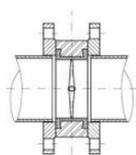

рис. 1
1. Для монтажа межфланцевых дисковых затворов GROSS в системах из стальных труб следует использовать стальные приварные встык (воротниковые) фланцы по ГОСТ 12821-80 соответствующего условного диаметра для всех типоразмеров затворов. **ПРИ МОНТАЖЕ ЗАТВОРОВ УСТАНОВЛИВАТЬ ПРОКЛАДКИ МЕЖДУ ЗАТВОРОМ И ФЛАНЦЕМ НЕ ДОПУСКАЕТСЯ.** Использовать стальные плоские приварные фланцы по ГОСТ 12820-80 для монтажа затворов недопустимо. (рис. 1)